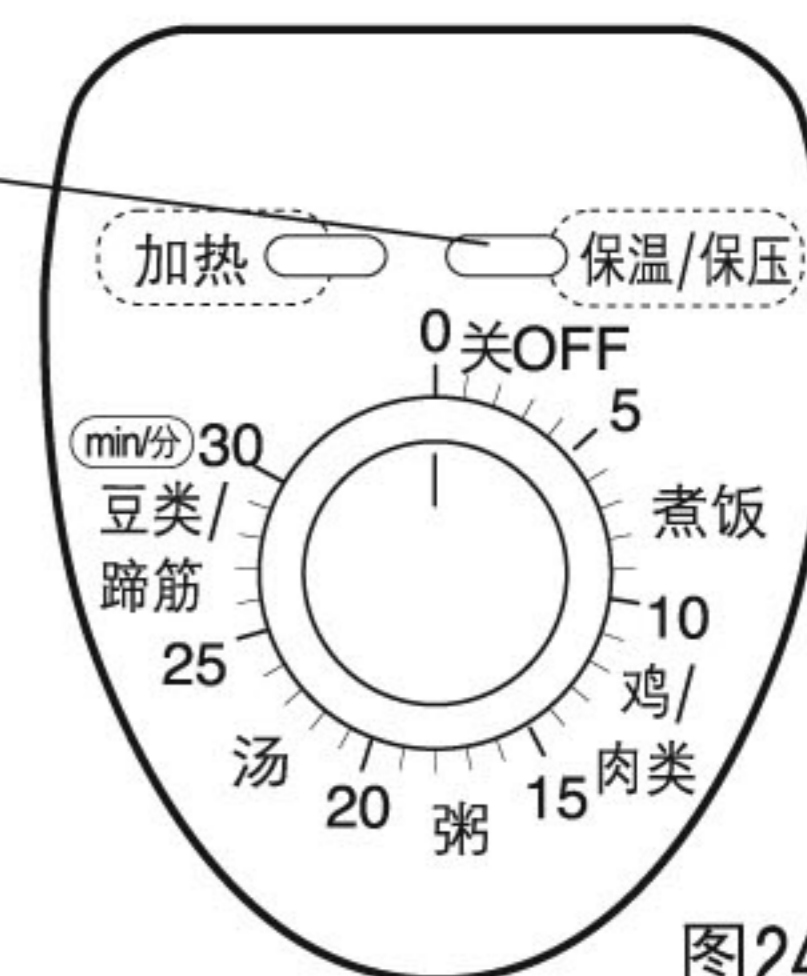

图24
- 当达到工作压力时，加热灯熄灭，保温灯亮，自动转入保压程序，保压倒计时开始，旋钮逆时针方向倒转。当旋钮倒转到“关/OFF”位置时，烹饪完成，保温灯亮，进入保温状态。(见图24)